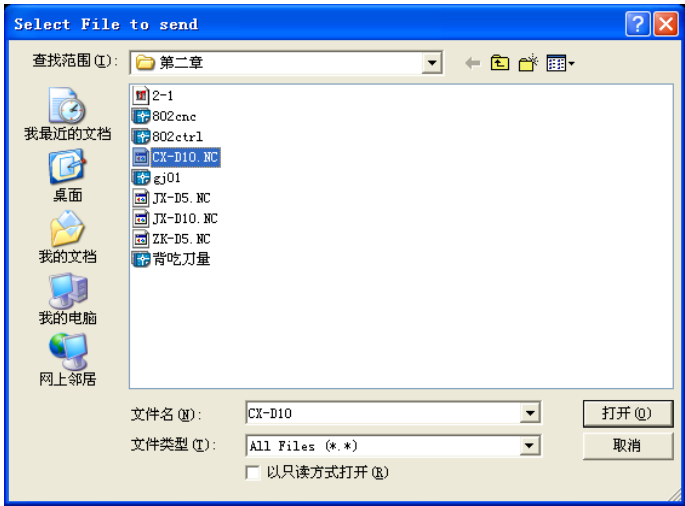
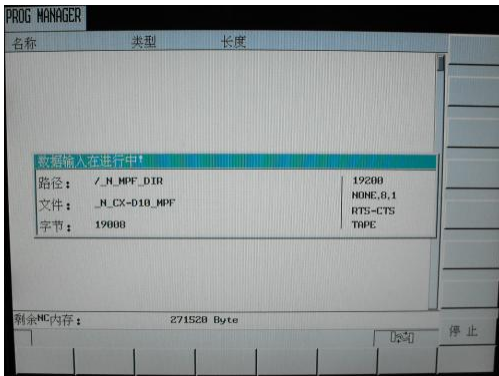
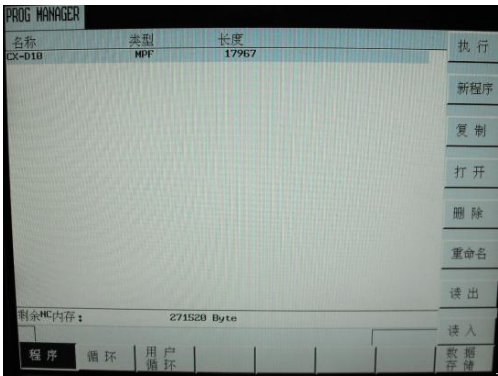

图 2-51 选择传输的程序文件
图 2-52 程序传输完毕
图 2-53 程序 CX-D10.MPF
3) 计算机方：在 SINUMERIK 802D 传输程序对话框里，单击“Send Data”，选择所要传输的程序，如图 2-51 所示，这里选择文件 CX-D10.NC。单击“打开”，程序将会发送至机床。传输完毕后按下软键“停止”，如图 2-52 所示。此时可以在程序管理界面看到该文件，如图 2-53 所示。